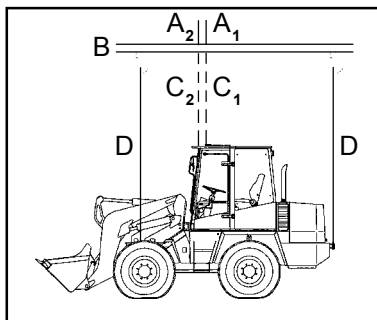

Bild 7-4
- Der Aufnahmepunkt ((7-4/A₁ - Gerät ohne Standardschaufel) bzw. (7-4/A₂ - Gerät mit Standardschaufel)) des Tragemittels (7-4/B) muß genau senkrecht über dem Schwerpunkt (7-4/C₁ bzw. 7-4/C₂) des Gerätes liegen (siehe Bild 7-4), damit sich das Lastaufnahmemittel **waagrecht** über der Längsmittelachse des Gerätes befindet.
- Le point de levage (7-4/A₁ - engin sans godet standard) respectivement (7-4/A₂ - engin avec godet standard) du moyen de levage (7-4/B) doit être exactement à la verticale du centre de gravité (7-4/C₁ resp. 7-4/C₂) de l'engin (voir figure 7-4), de manière à ce que le moyen de levage soit horizontal et parallèle à l'axe longitudinal de l'engin.